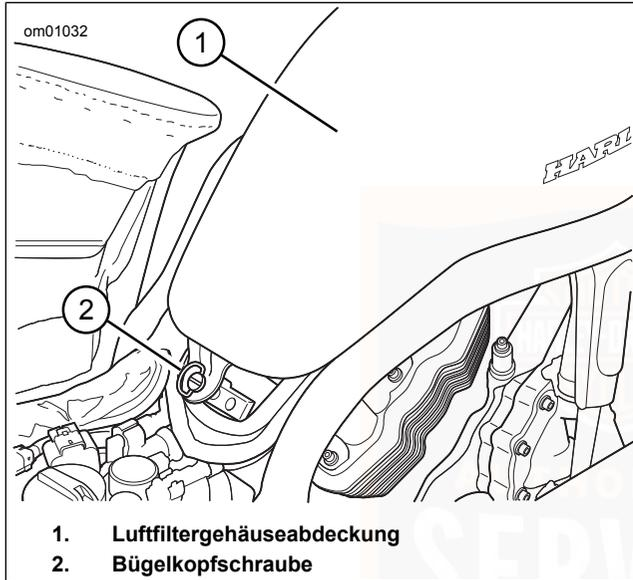

Abbildung 38. Luftfiltergehäuseabdeckung
- Siehe Abbildung 38. Die Bügelkopfschraube eine 1/4-Umdrehung gegen den Uhrzeigersinn drehen, um die Luftfiltergehäuseabdeckung zu entfernen. Die Luftfiltergehäuseabdeckung aus den vorderen Passöffnungen herausziehen.
12. Siehe Abbildung 38. Die Luftfiltergehäuseabdeckung mit den Passstiften in den Bohrungen an den Rahmenseiten positionieren.